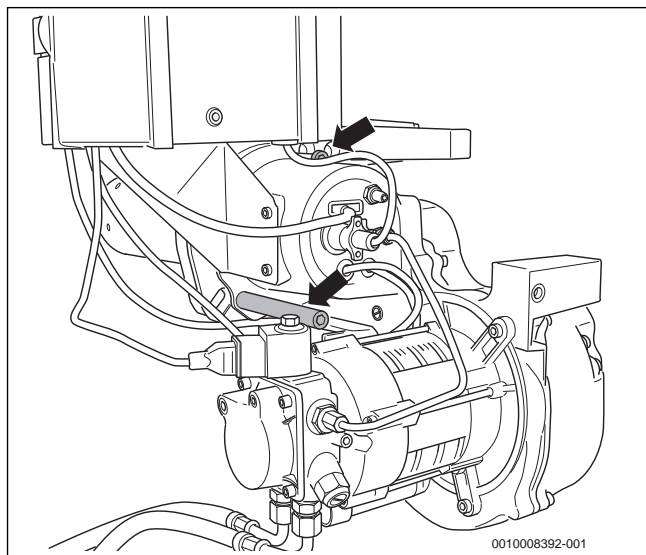

Рис. 34 Отверните винты байонетного соединения
- ▶ Ослабьте оба винта байонетного соединения (→рис. 34, показаны стрелками).